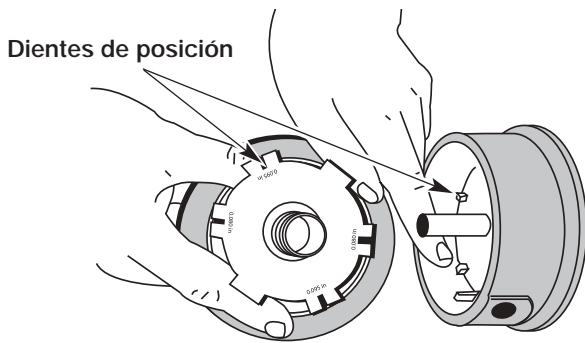

Figure 29
- Verifique el desgaste de los dientes de posición del carrete interior y bobina exterior (Fig. 29). Si es necesario, saque la rebaba o cambie el carrete y la bobina.